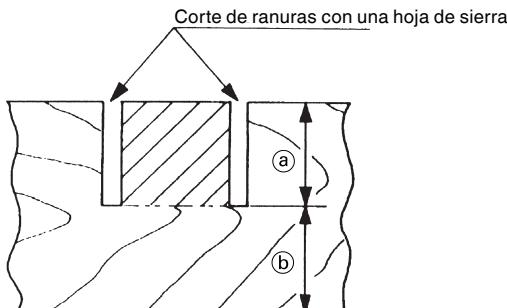

Fig. 46
Las ranuras podrán cortarse en la pieza de trabajo como se indica en la Fig. 46 regulando el perno de ajuste de profundidad de 8mm.
- (1) Afloje la tuerca de aletas de 8mm y gire el perno de ajuste de profundidad de 8mm con la mano.
- (2) Ajuste la profundidad de corte deseada regulando la distancia entre la hoja de sierra y la superficie de la base (consulte (b) de la Fig. 46).
- (3) La tuerca de aletas 8mm deberá quedar adecuadamente apretada después de haber finalizado el ajuste.